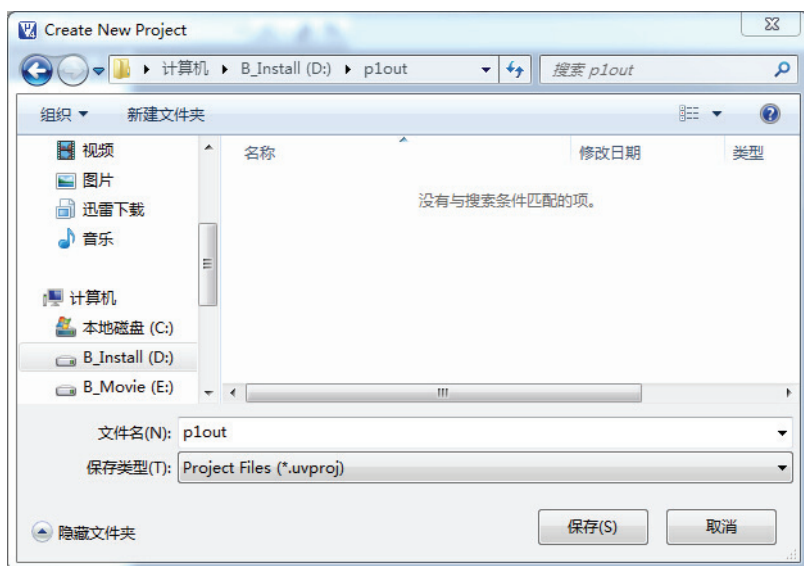

图 1.5 Create New Project 对话框
(1) 启动 μVision4，新建一个项目文件并从器件库中选择一个器件。单击 **Project→New μVision Project** 选项，在弹出的窗口（见图 1.5）中输入准备建立的工程文件名，其后缀名系统会自动添加为\*.uvproj。